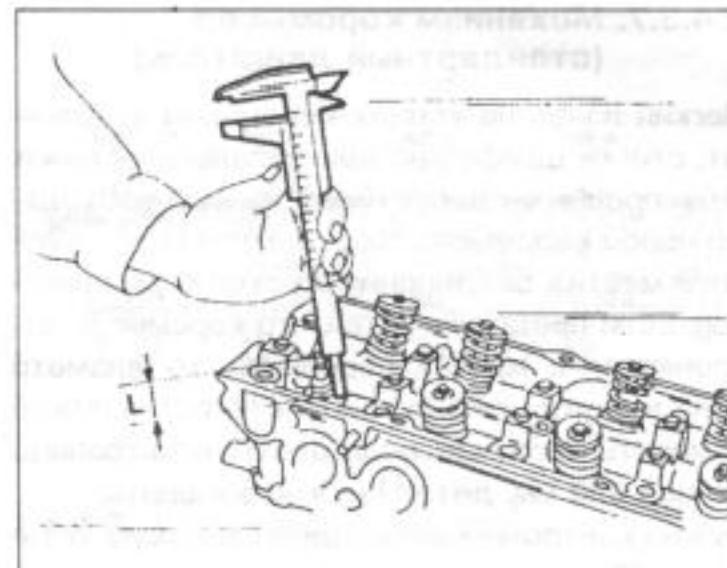

Рис. 55.
- Для замера высоты кулачков нужно поступать так, как показано на рис. 55. Высота кулачков различна у разных двигателей и определяется по таблицам параметров и габаритных размеров. Несомненно, нужно смотреть данные соответствующего двигателя. Существует также разница для двигателя и генератора.